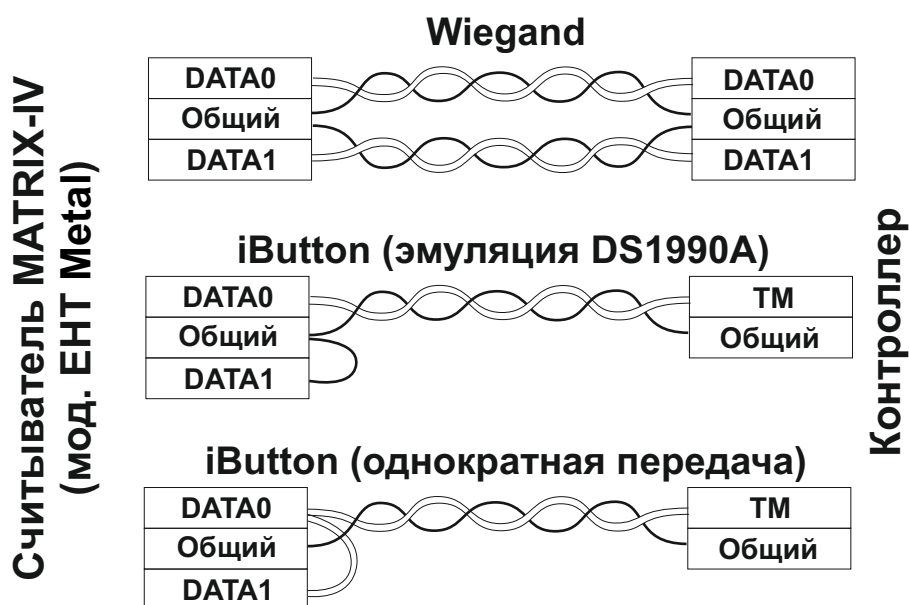

Рис.2 Выбор протокола передачи
- для выбора протокола передачи данных в контроллер соединить провода DATA0 и DATA1 в соответствии с рис.2;
При подключении по Weigand одна витая пара подключается к GND и DATA0, а другая витая пара подключается к GND и DATA1 (рис.2).